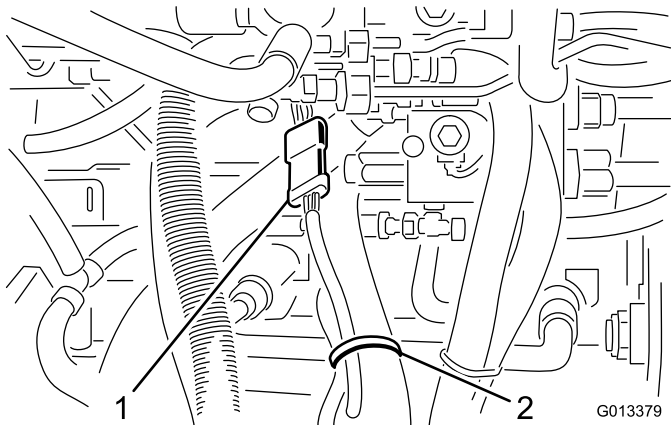

Bild 4
6. Schließen Sie den Kabelbaum des Mähwerks vom Kabelbaum der Zugmaschine ab (Bild 4).